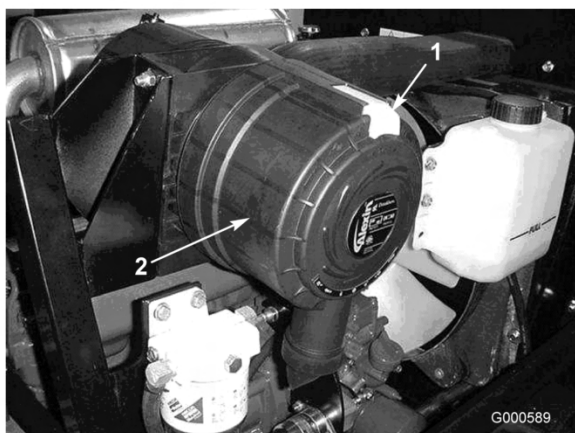

Figure 29
1. Tirez le verrou vers l'extérieur et tournez le couvercle du filtre à air dans le sens anti-horaire (Figure 29).